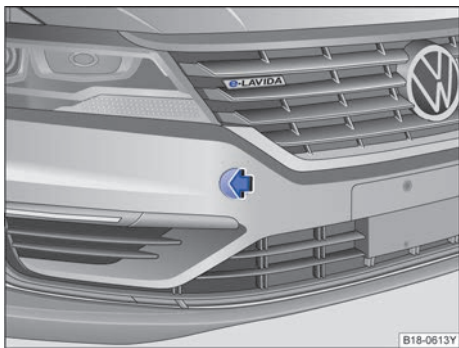

图 131 拆卸盖板
- 按压盖板的左侧区域 ⇒ 图 131（箭头），松开盖板的卡扣。